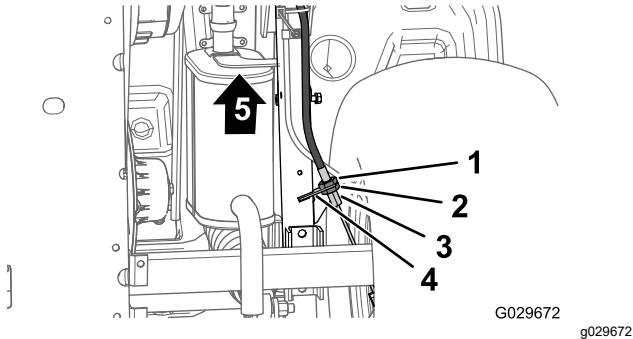

図 64
3. 機体の下側で、駐車ブレーキケーブルのねじ山付きアジャスタの後ジャムナットを4回転ゆるめる 図 64。
4. 前側ジャムナットを締める 図 64。
- A. ブレーキケーブルのねじ山付きアジャスタの前ナット 図 64 を1回転ゆるめる。
- B. 後側ジャムナット 図 64 を締める。
- A. ブレーキケーブルのねじ山付きアジャスタの後ナット 図 64 を1回転ゆるめる。
- B. 前側ジャムナットを締める 図 64。